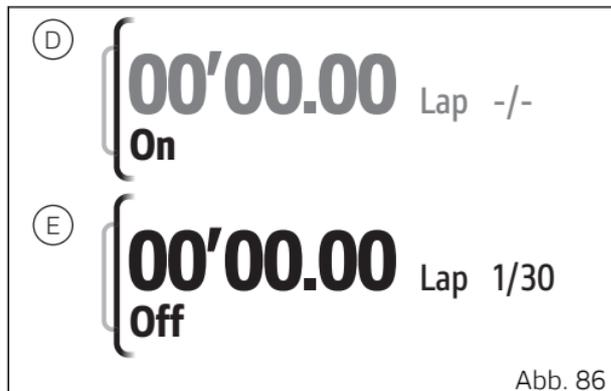

Abb. 86
- Ist diese Funktion gesperrt, wird die Angabe „Off“ mit dem Chronometer (D, Abb. 86) eingeblendet. Zum Freischalten der Funktion die Taste ENTER (3) drücken.
- Ist diese Funktion freigeschaltet, werden die Angabe „On“, das Chronometer und die Angabe der verfügbaren Runden (E, Abb. 86) eingeblendet. Zum Sperren der Funktion muss die Taste ENTER (3) gedrückt werden.